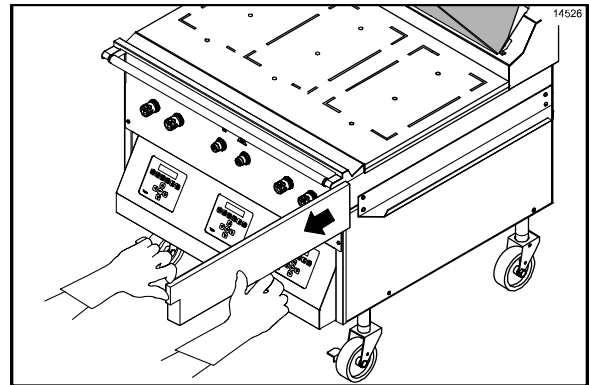

Abbildung 70
42. Die Fettsammelbehälter herausnehmen und ausleeren. (Siehe Abbildung 70.)